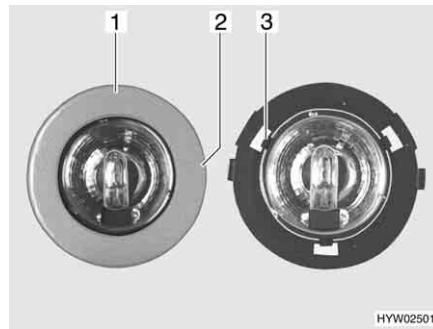

Fig. 115 Lampada alogena a incasso
- Girare lentamente il diaframma (Fig. 115,1) finché il nasello (Fig. 115,2) dell'involucro non si arresta a scatto nella scanalatura sottostante del diaframma.
- Tre graffe (Fig. 115,3) tengono ferma la lastra di vetro della lampada alogena nell'involucro. Spingere di lato una delle tre graffe.